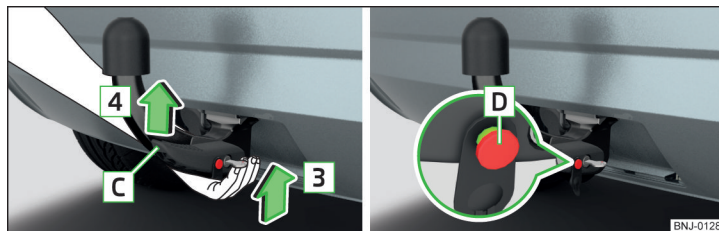

Fig. 155 Inserimento della testa sferica / Dado di innescio in posizione estraia
- Afferrare la testa sferica **dal basso** » fig. 155 e inserirla nel pozzetto di alloggiamento in direzione della freccia **3** sino a quando si innesterà con un clic udibile» **!**.